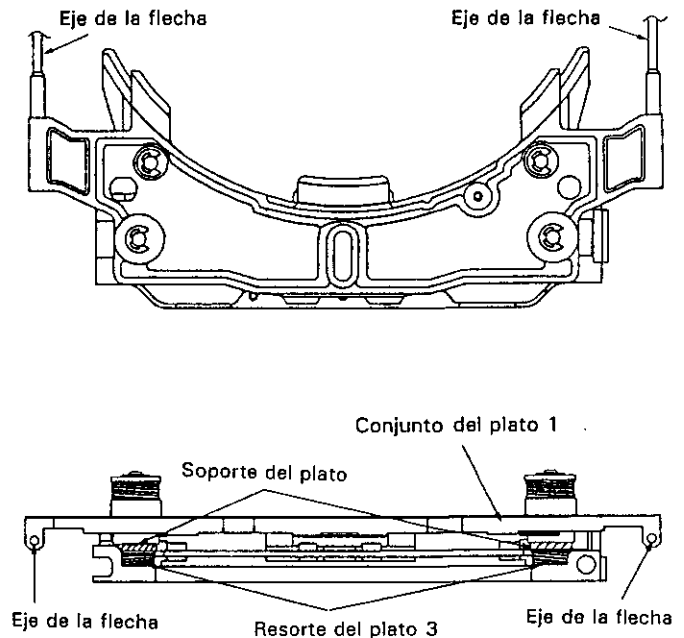

Fig. 9-5
Ajuste de modo que el eje de la flecha y el conjunto del bastidor queden situados como se muestra en (B) de arriba (vea la Fig. 9-5).